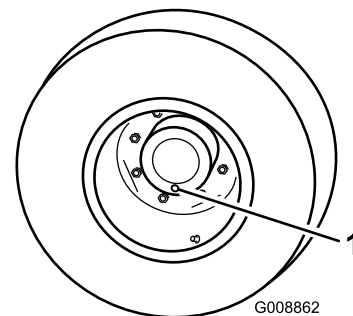

Figure 58
1. Placez la machine sur une surface plane et horizontale et tournez une roue de sorte que l'un des bouchons de contrôle se trouve à la position la plus basse (6 heures) (Figure 58).